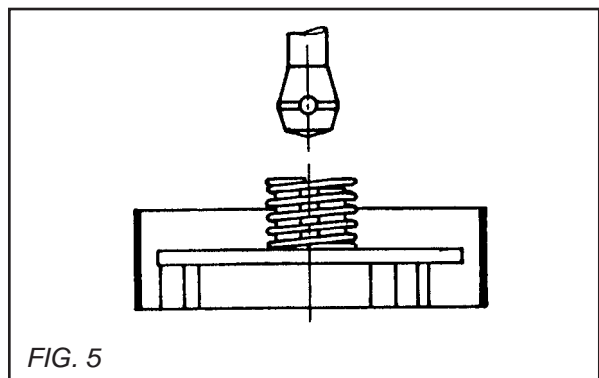

FIG. 5
**Fijación de un plato (VER FIG.5) :**